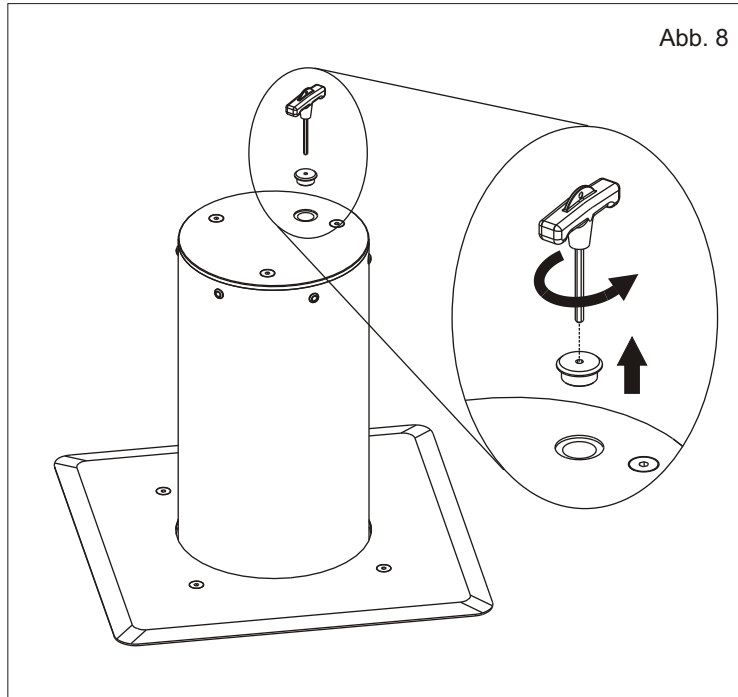

Abb. 8
3.1. Den Entriegelungsverchluss mit dem dafür vorgesehenen und mitgelieferten Seckskantschlüssel abschrauben. (Abb. 8).